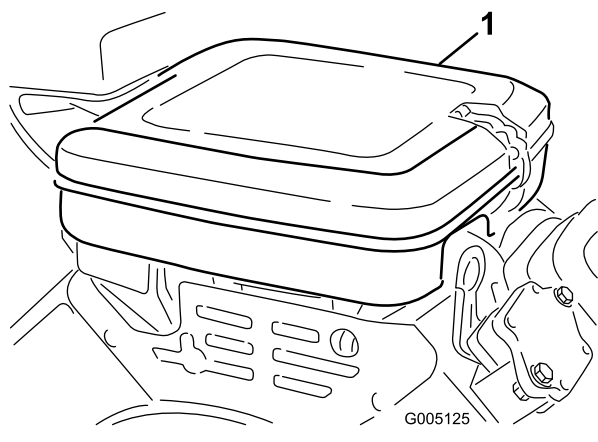

Figura 25
1. Pulite accuratamente il coperchio (Figura 25).